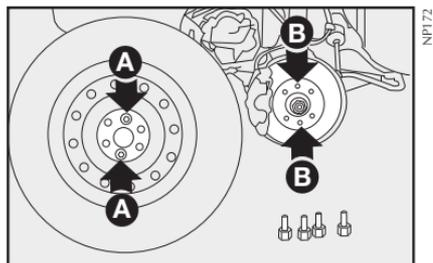

fig. 7
6) Monte la rueda de repuesto, de manera que los pernos **B-fig. 7** coincidan con los orificios **A-fig. 7**.